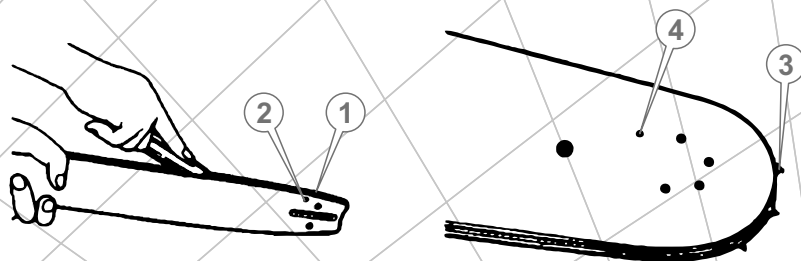

Рис. 30
1. Удалите опилки и грязь из желоба шины, масляных отверстий и ведомой звездочки (см. рис. 30).